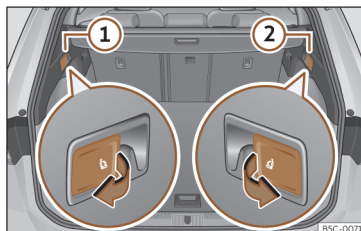

Fig. 113 Na bagageira: alavancas para o desbloqueio do encosto traseiro.
- Puxe a alavanca de desbloqueio à distância da parte esquerda»» **Fig. 113** ① ou direita ② do encosto no sentido da seta. A parte desbloqueada do encosto traseiro rebate-se automaticamente para a frente.